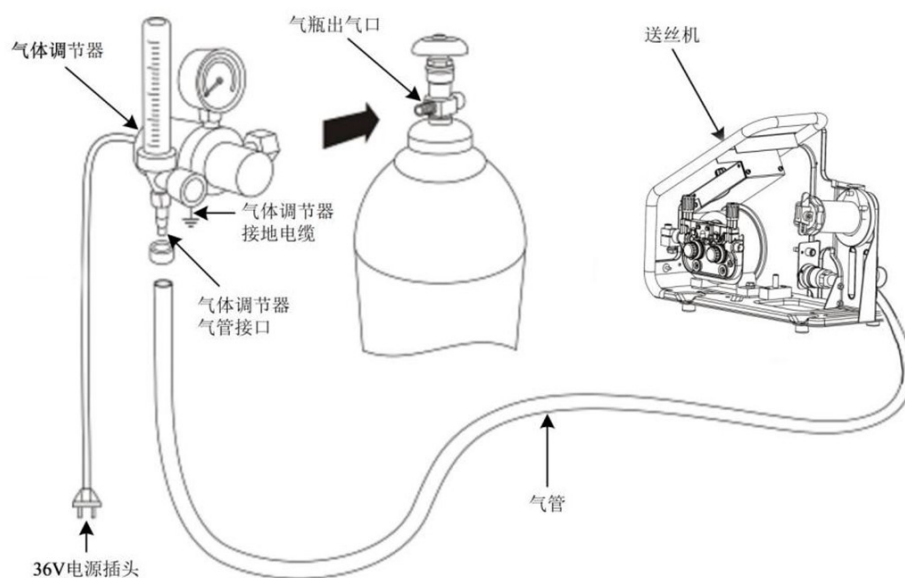

图2-6 气管连接示意图
将气管一端与送丝机固定板上的气管接头连接，并旋紧气管喉箍，另一端与气表端气管接口连接，并旋紧气管喉箍，气管连接完成，如图 2-6 所示。
2. 若使用 CO₂ 保护气体，请使用 CO₂ 加热减压器，连接示意如图 2-6 所示。